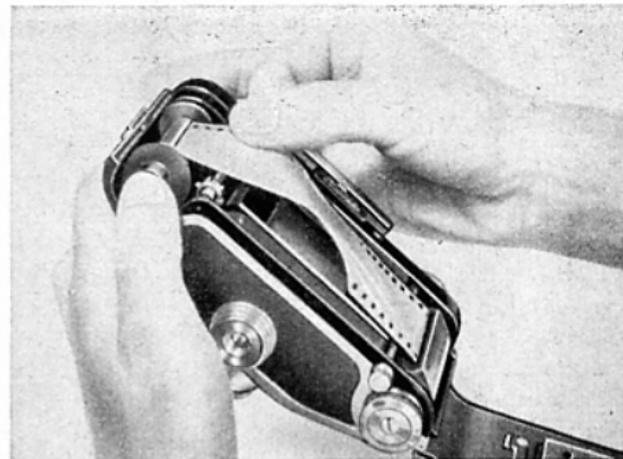

Abb. 33
Es ist auch möglich, den Filmanfang an der Aufwickelspule zu befestigen, ohne daß sie aus der Kamera herausgenommen wird. Jedoch ist dabei zu beachten, daß die Klemmfeder nach oben liegt (s. Abb. 33). Wenn man den Filmanfang an der Aufwickelspule (29) befestigt, muß die Kamera möglichst aufgelegt werden (Rückwand nicht herunterhängen lassen!).